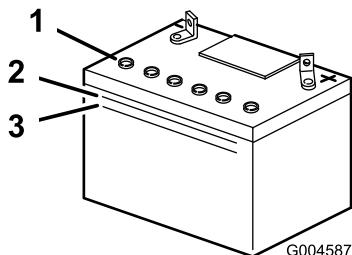

Figure 29
- Observez le côté de la batterie. Le niveau de l'électrolyte doit atteindre le trait supérieur (Figure 29).
Remarque: Ne laissez pas l'électrolyte descendre en dessous du trait inférieur (Figure 29).
- Enlevez les bouchons d'aération de la batterie (Figure 29).
- Versez de l'eau distillée avec précaution dans chaque élément jusqu'au repère supérieur (Figure 29) sur le côté de la batterie.
- Attendez 5 à 10 minutes après avoir rempli les éléments. Ajoutez de l'eau distillée au besoin, pour amener le niveau au repère supérieur (Figure 29) sur le côté de la batterie.